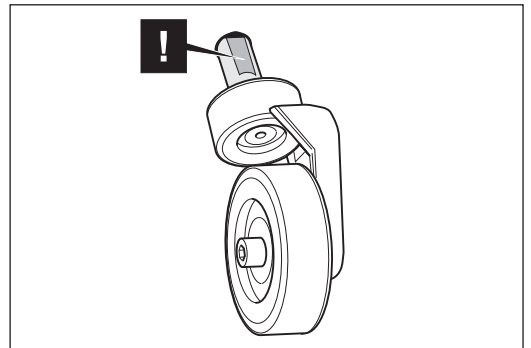

Abb. 56 Beim Einbau des Hinterrads in die Maschine die Fläche der Spornachse zur Schraube im Maschinengehäuse ausrichten.
- 11 Bauen Sie das komplette Hinterrad in umgekehrter Reihenfolge ein und befestigen Sie es wieder im Maschinengehäuse. Richten Sie dabei die Fläche der Spornachse (Abb. 56) zur Schraube im Maschinengehäuse aus.